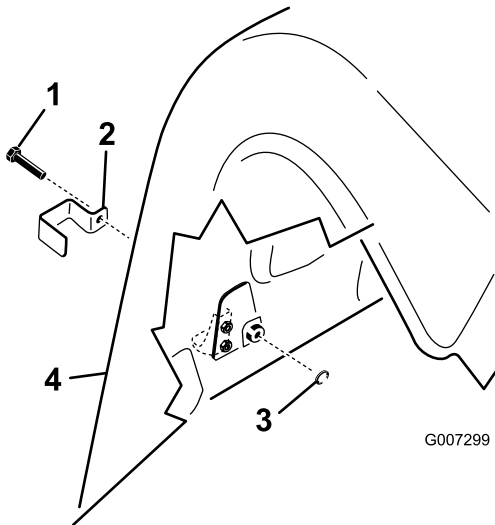

图18
1. 在 ProCore 864 型号上使用带头螺栓共 4 个将锁定支架安装到左、右后下机罩和上机罩铰锁的上方请参阅图18。
2. 在 ProCore 1298 型号上使用带头螺栓每个打孔头 3 个共 6 个将锁定支架安装到左、右后盖上的所有后下机罩铰锁和外侧上机罩铰锁请参阅图18。
3. 用钳子或可调扳手将内锁定垫圈拧到各个螺栓 12 个螺纹以固定铰锁图18。